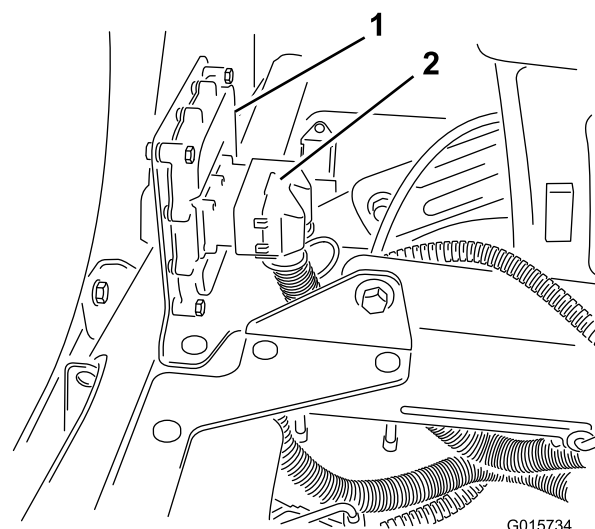

Figure 16
1. Connectez la borne du faisceau de câblage au module de commande électronique et serrez-la avec une clé Allen (Figure 16).